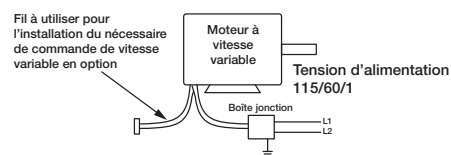

Figure 3 — Schéma de câblage typique
- Voir le schéma de câblage à la Figure 3.